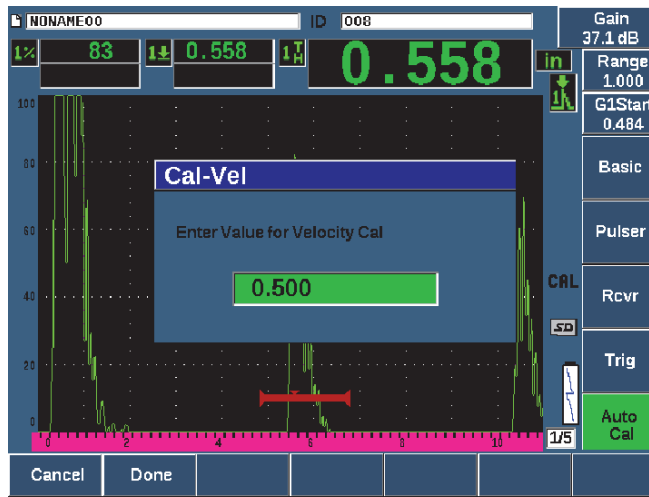

Figura 3-16 Valor de calibración de velocidad (Velocity Cal)
13. Use la rueda o las teclas de dirección para ajustar el valor proyectado al espesor apropiado. En este ejemplo, la sonda se encuentra acoplada al nivel de espesor de 12,5 mm (vea la Figura 3-16 en la página 91).